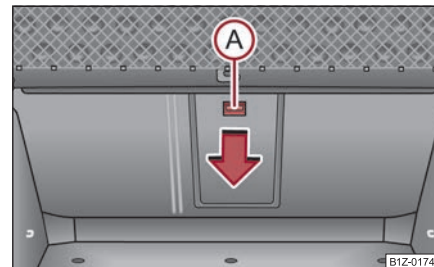

Fig. 131 Portbagajul: Tasta de deblocare
- Împingeți tasta de deblocare în jos (A) ⇒ fig. 131 și rabatați capacul (cu cotiera) în față.
- Rabatați capacul și cotiera în sus, până la limită - capacul trebuie să se fixeze cu zgomot. Acest lucru îl recunoașteți după zona roșie de deasupra tastei de deblocare (A). Ea nu trebuie să fie vizibilă din portbagaj ⇒ fig. 131.